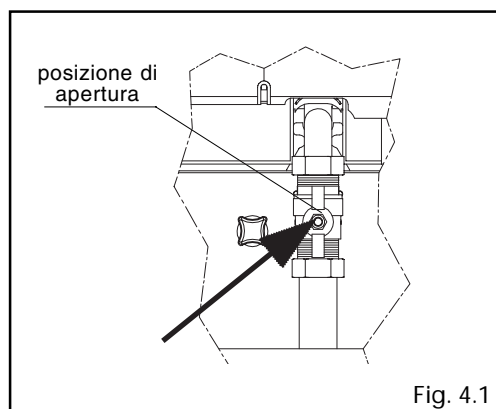

Fig. 4.1
- aprire il rubinetto del gas per permettere il flusso del combustibile (fig. 4.1)